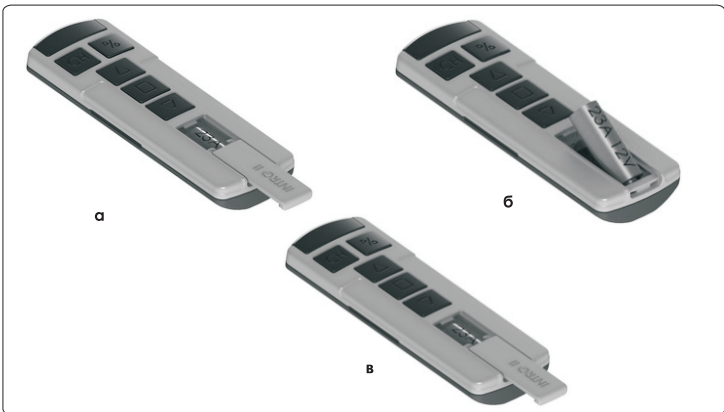

Рисунок 3 Замена элементов питания в устройстве
- открыть крышку, закрывающую элемент питания (см. рис. 3а);
- извлечь разряженный элемент питания (см. рис. 3б);
- вставить новый элемент питания (см. рис. 3б);
- закрыть крышку (см. рис. 3в).